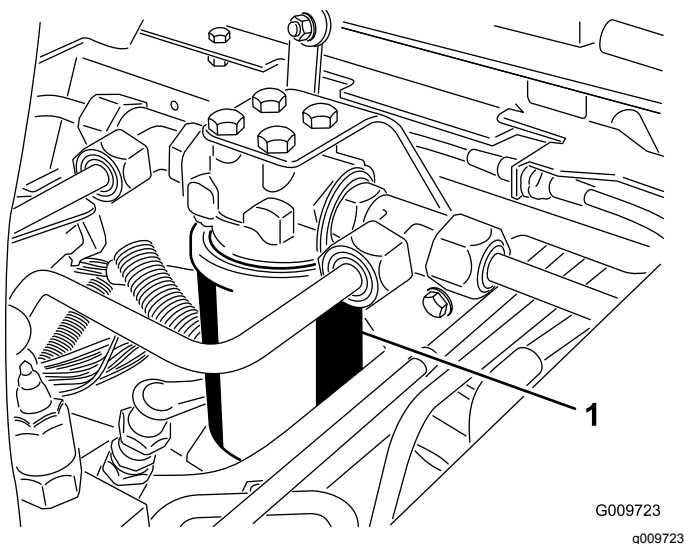
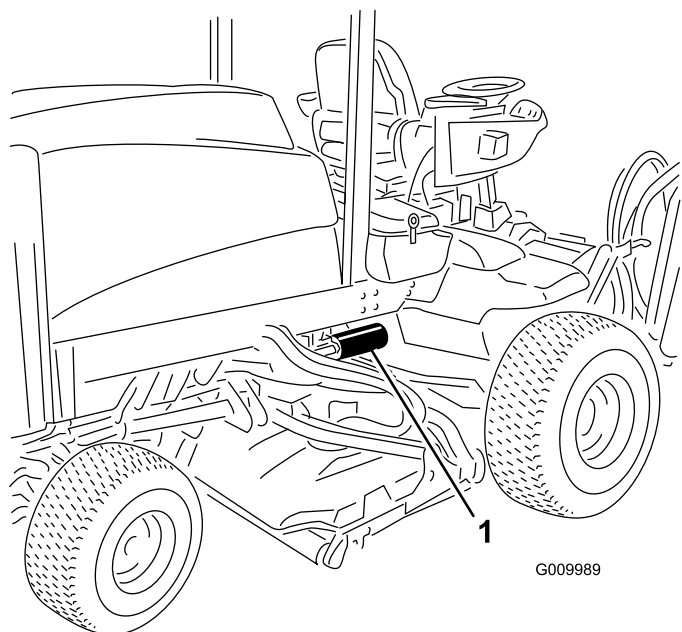

Figura 55
Figura 56
2. Pulite la superficie circostante il filtro. Collocate una bacinella di spurgo sotto il filtro (Figura 55 e Figura 56).